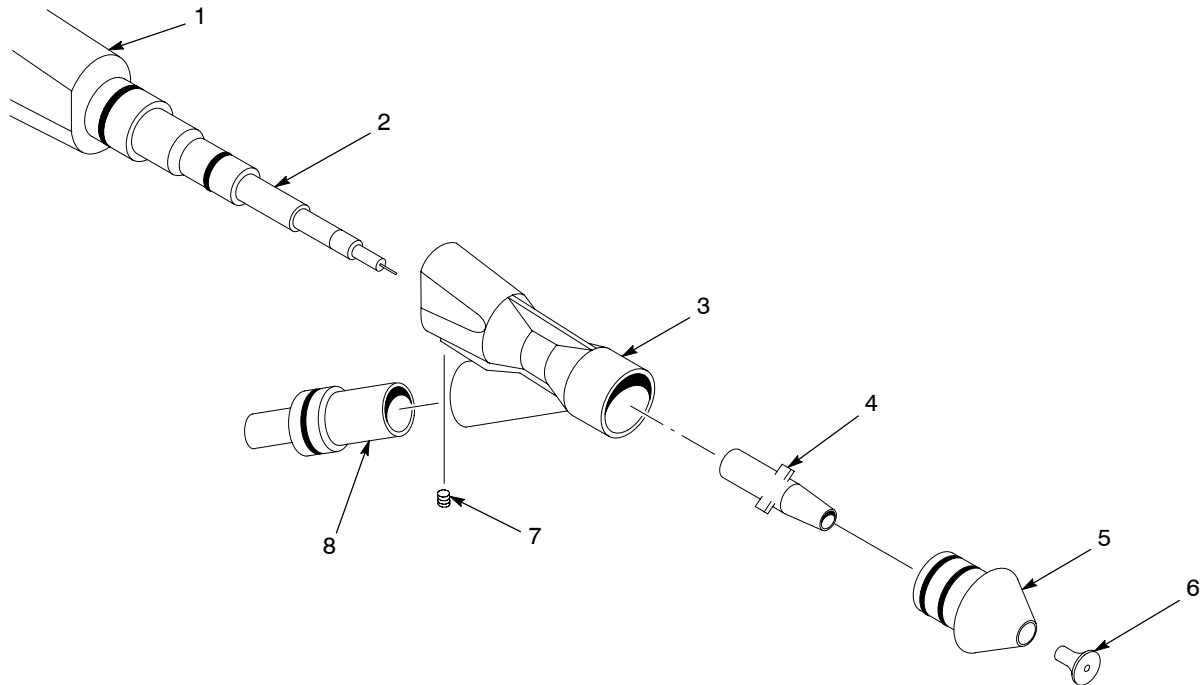

Fig.3 Entretien quotidien
2. Voir la figure 3. Retirer les pièces de la buse (éléments 4–6) du pistolet de pulvérisation.
3. Desserrer la vis de pression (7) et tirer le corps d'entrée de la poudre (3) bien droit hors du pistolet.
5. Débarrasser la sonde résistive (2) et l'extension (1) de la poudre en soufflant. Les essuyer avec un chiffon propre et sec. Enlever avec précaution la poudre fondue se trouvant sur les pièces à l'aide d'une raclette en bois ou en plastique ou d'un outil comparable. Ne pas utiliser d'outils susceptibles de rayer le plastique. Risque de fusion par impact de la poudre se déposant dans les rayures.